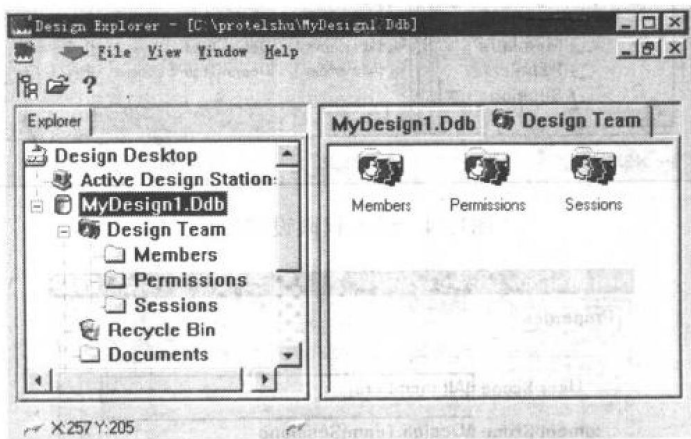

图1.21 设计小组
(2) Active Design Stations 设计电脑。由于 Protel 99SE 是客户/服务器型设计软件，允许几台电脑共同设计一个原理图，所以在工作台上将显示所有正在工作的电脑。通过选择不同的电脑可以与不同的设计者交流与探讨。但是如果是单用户 Protel 99SE 许可证，则在计算机网络上就会运行不正常，特别是在教学中多台计算机连网使用时，需要关掉集线器的电源，Protel 99SE 才能正常运行。
(3) 设计数据库 (*.dbd)。在 Protel 99SE 中开发设计小组 (Design Team) 管理、垃圾箱(Recycle Bin)和资料(Document)文件夹(原理图、印制板图、网络表等)都被保存在一个数据库内。该数据库就是设计数据库。
- 设计小组包括人员管理 (Members)、权限(Permissions)和 Sessions，见图 1.21 中的三个图标。